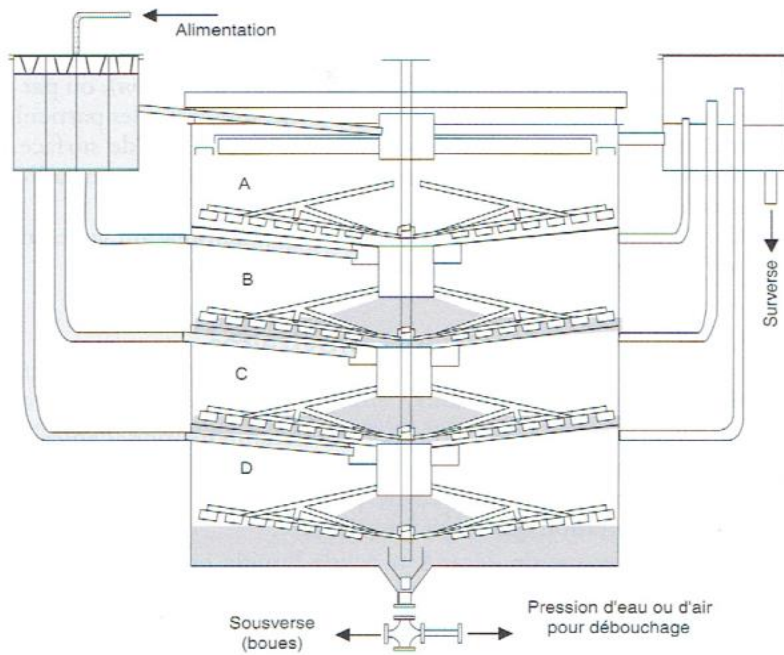

Figure 9 : Décanteur à étages
-**Les décanteurs à étages** comportent plusieurs étages de décanteurs, reliés en parallèle ou en série. Celui de la figure 9 présente un appareil utilisé en sucrerie pour la décantation des boues résultantes du chaulage et de la carbonatation. Chaque étage est alimenté en parallèle par la suspension. Les boues épaissies glissent d'étage en étage. Les surverses de chaque étage sont réunies vers la sortie.